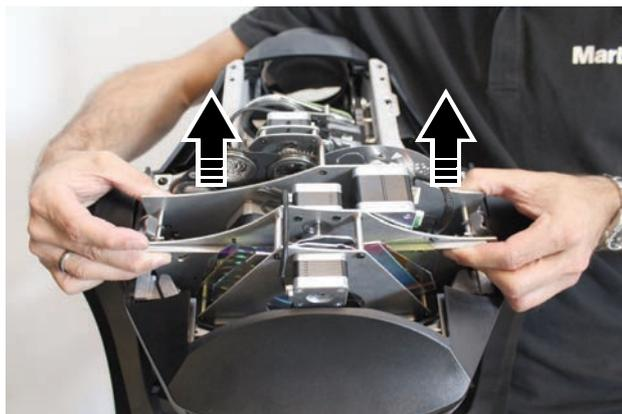

Bild 11: Entfernen des Hauptmoduls
3. Siehe Bild 11. Heben Sie das Hauptmodul aus dem Kopf und legen Sie es auf eine saubere Arbeitsfläche.